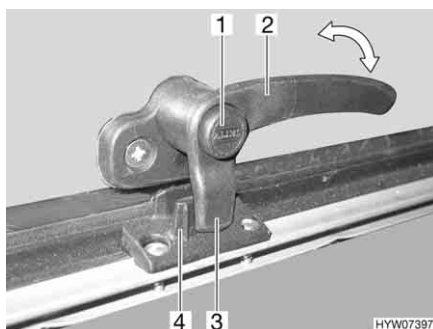
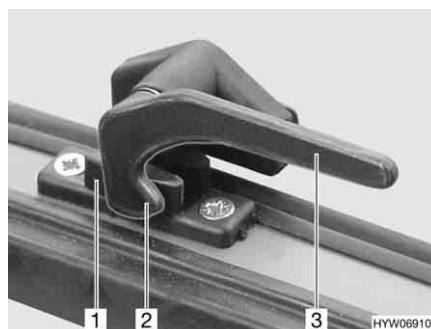

Bild 68 Låsarm med låsknapp i läget "stängd"
Bild 69 Låsarm i läget "stängd"
- Tryck på låsknappen (Bild 68,1) om sådan finns och håll den nedtryckt.
- Sväng låsarmen (Bild 68,2 eller Bild 69,3) ett kvarts varv mot fönstrets mitt.
- Sväng låsarmen (Bild 68,2 eller Bild 69,3) ett kvarts varv mot fönsterkarmen. Låsspaken (Bild 68,3 eller Bild 69,2) på låsarmen sitter helt på fönsterlåsets insida (Bild 68,4 eller Bild 69,1).
- I läget "helt stängt" (Bild 68 och Bild 69)